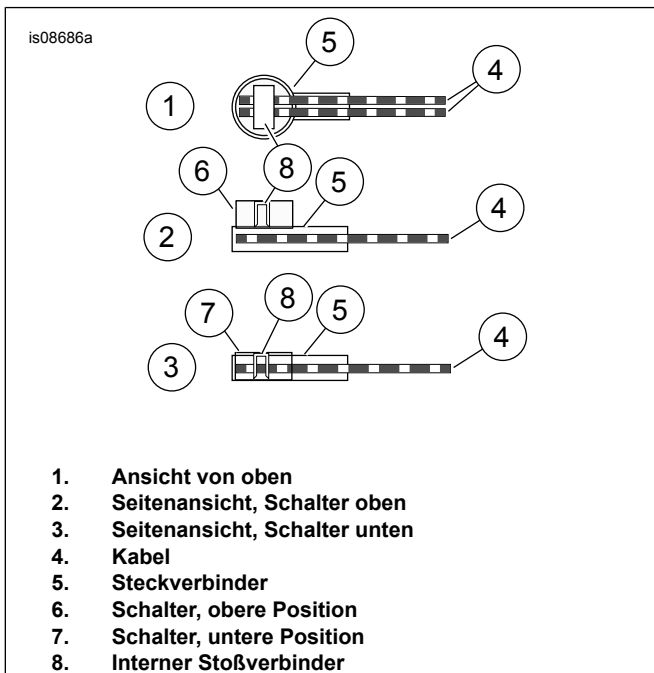

Abbildung 3. Stoßverbinder und Kabel
8. Siehe Abbildung 3 >. Die farblich abgestimmten Kabel (4) wie gezeigt in den Steckverbinder (5) einführen.
9. Mit Hilfe einer Zange den Schalter von der oberen Position (6) in die untere Position (7) drücken.